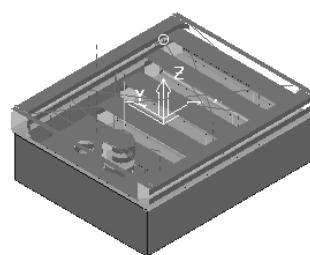

图 2-53 生成的刀具路径
9) 在“平行平坦面精加工”对话框中单击“应用”按钮和“接受”按钮, 确定参数并退出对话框, 生成的刀具路径如图 2-53 所示。